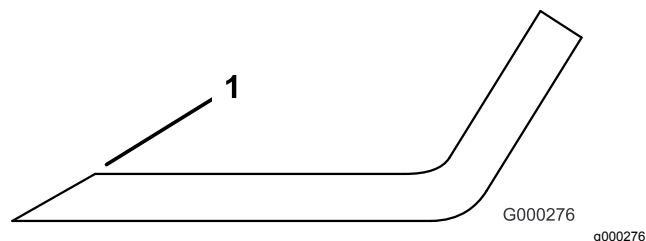

Figura 30
3. Inspeccione as extremidades de corte de todas as lâminas. Afie as extremidades de corte se estas apresentarem sinais de desgaste ou ranhuras. Afie apenas o lado superior da parte cortante e mantenha o ângulo de corte original para garantir um desempenho eficaz da lâmina (Figura 30). A lâmina mantém o equilíbrio se for retirada a mesma quantidade de metal de ambas as partes cortantes.